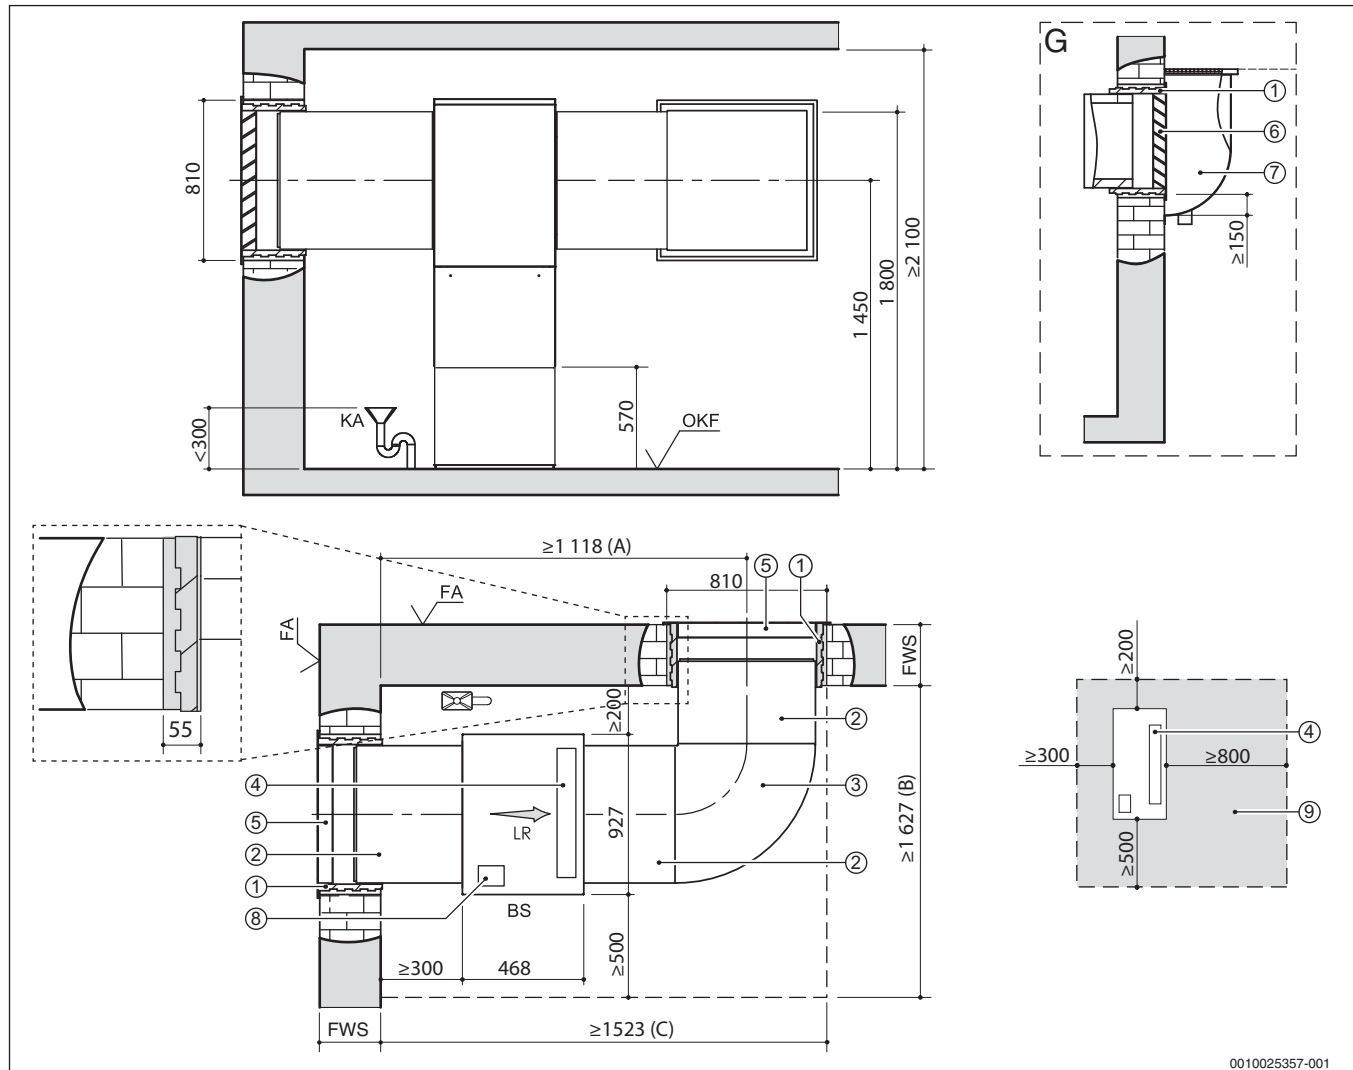
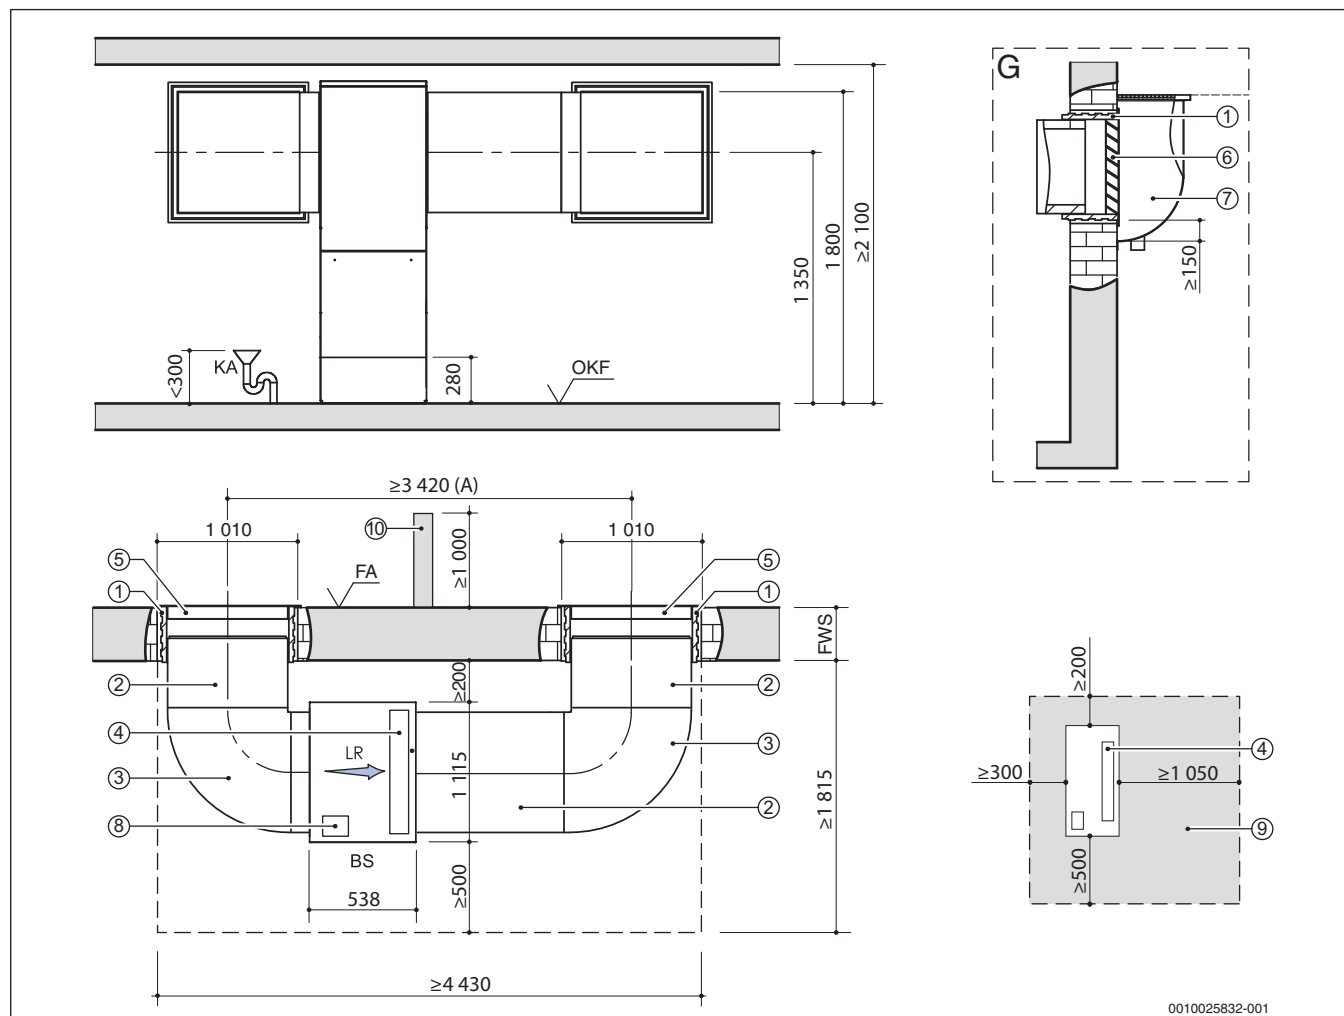

Bild 16 Aufstellplan für WLW196i-6/8 IR mit dem Luftkanalsystem 700 (alle Maße in mm)
Bild 17 Aufstellplan für WLW196i-11/14 IR mit dem Luftkanalsystem 900 (alle Maße in mm)
- Im Aufstellraum muss ein Kondensatablauf vorhanden sein. Die Höhe des Anschlusses ist in den Aufstellplänen eingetragen (→ Bild 16, Seite 8 und Bild, Seite 9).
- Kann aus baulichen Gründen die Luftführung nur an einer Gebäudeseite erfolgen, muss ein Luftkurzschluss verhindert werden. Dies kann über eine Trennwand (→ Bild 17 [10], Seite 9) oder durch einen ausreichenden Abstand zwischen den beiden Öffnungen erreicht werden.
- 1450 mm für Wärmepumpen mit 6/8 kW (→ Bild 16, Seite 8)
- 1350 mm für Wärmepumpen mit 11/14 kW (→ Bild 16, Seite 9)
Legende für Bild 16 + Bild 17: